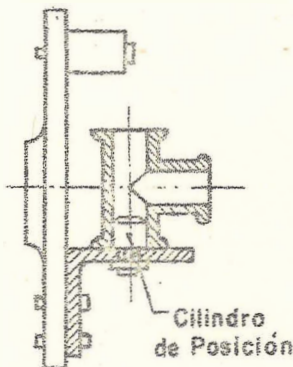

Fig. 7
- Se regula la escuadra según la figura 5. La sujeción se hace por medio de bridas y tuercas y de un cilindro de posición (Fig. 7), cuya colocación ha sido verificada con toda precisión (Figs. 7 y 8).